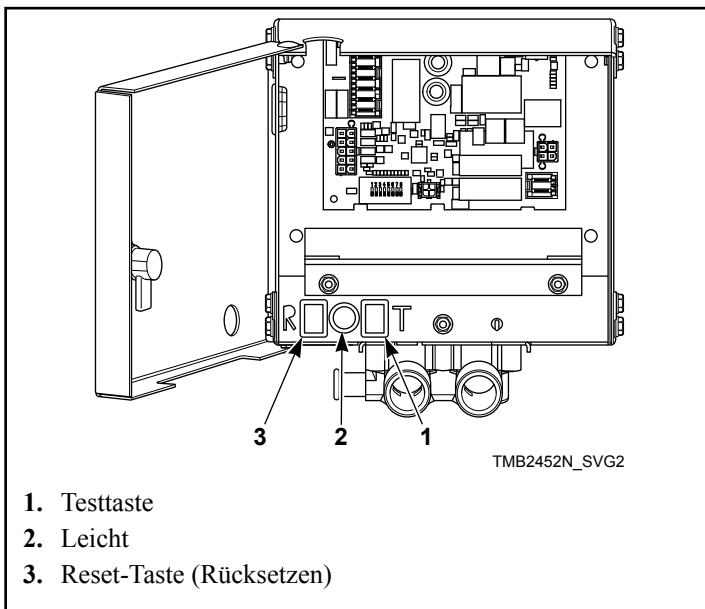
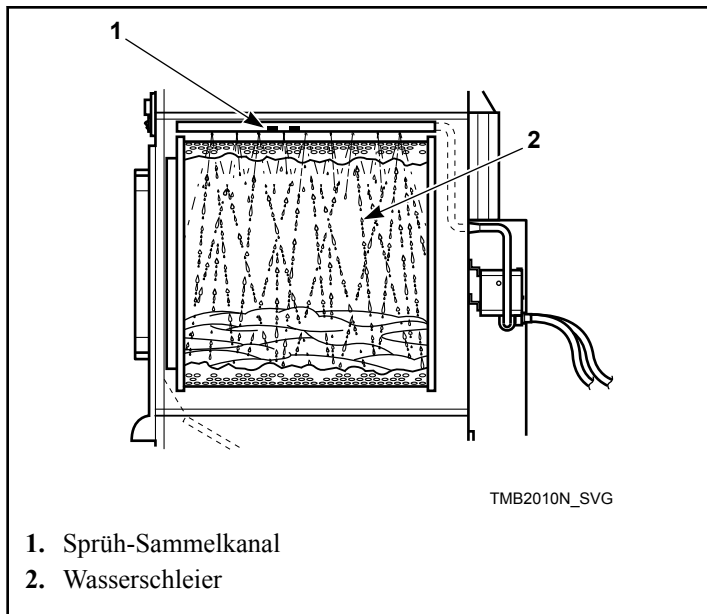

Abbildung 7
Abbildung 8
6. Die Testtaste drücken und gedrückt halten und prüfen, ob das Licht an ist. Dies sollte circa fünf Sekunden dauern. Siehe *Abbildung 7*. Nach einer einsekündigen Pause sollte Wasser in die Trommel sprühen.
7. Nach 15 Sekunden langem Wassereinlass die Reset-Taste drücken und gedrückt halten, bis der Wasserschleier versiegt und das Licht ausgeht. Dies sollte etwa eine Sekunde dauern. Siehe *Abbildung 7* und *Abbildung 8*.